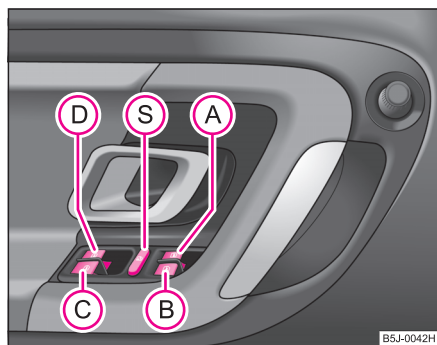

Abb. 29 Tasten in der Fahrertür
Die Schalter für die einzelnen Fenster befinden sich im Bedienteil in der Fahrertür ⇒ Abb. 29, Beifahrertür und in den hinteren Türen\*.
Sie können durch Drücken des Sicherheitsschalters  ⇒ Seite 52, Abb. 29 die Schalter der Fensterheber in den hinteren Türen außer Funktion setzen. Durch wiederholtes Drücken des Sicherheitsschalters  sind die Tasten der Fensterheber in den hinteren Türen wieder in Funktion.
- Werden auf den Rücksitzen Kinder befördert, wird empfohlen, die elektrischen Fensterheber der hinteren Türen außer Funktion zu setzen (Sicherheitsschalter)  ⇒ Seite 52, Abb. 29.